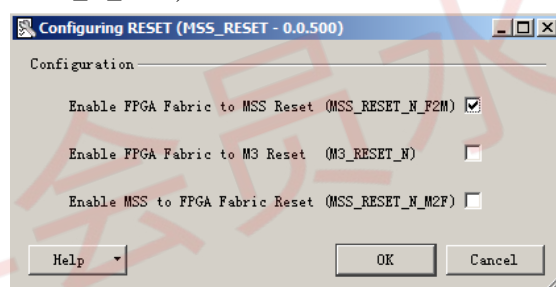

图 6.9 配置 MSS_REST
- (4) 双击“RESET_Controller”，在弹出的配置窗口中，勾选“Enable FPGA Fabric to MSS Reset(MSS_RESET_N_F2M)”，如图 6.9 所示，点击“OK”关闭窗口；